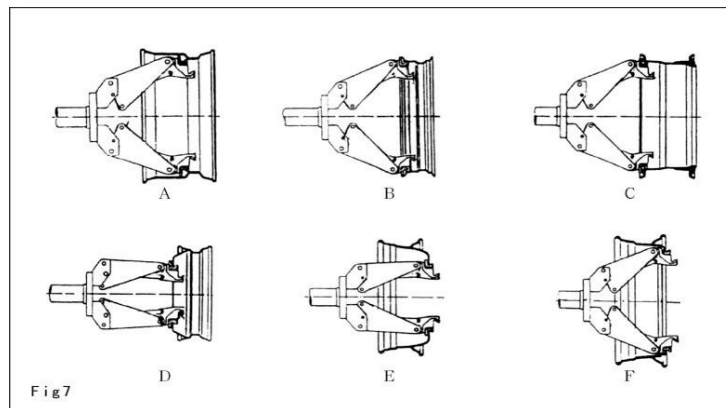

Fig 7
**Arrêt d'urgence :** mettre l'interrupteur principal sur 0 ou couper l'alimentation électrique : Cette machine est adaptée aux jantes de 14" à 26" dont le trou central à un diamètre minimum de 120 mm à 700 mm. Le type de jante est différent, la méthode et la position de serrage sont différentes. Voir **Fig. 7**. Positionner le pneu verticalement sur le support de pneu. Pousser la poignée de commande pour soulever légèrement le pneu et pousser vers la droite le commutateur de commande de serrage pour serrer fermement le pneu et la jante et les déplacer à la hauteur de l'opération.